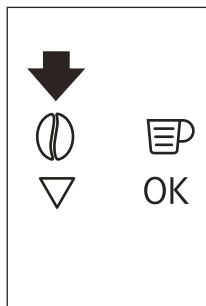

Fig. 15
- ▶ Después de utilizar la máquina con café premolido, para volver a hacer café con granos, desactive la función de café premolido pulsando la tecla táctil  (B4) (Fig. 15).